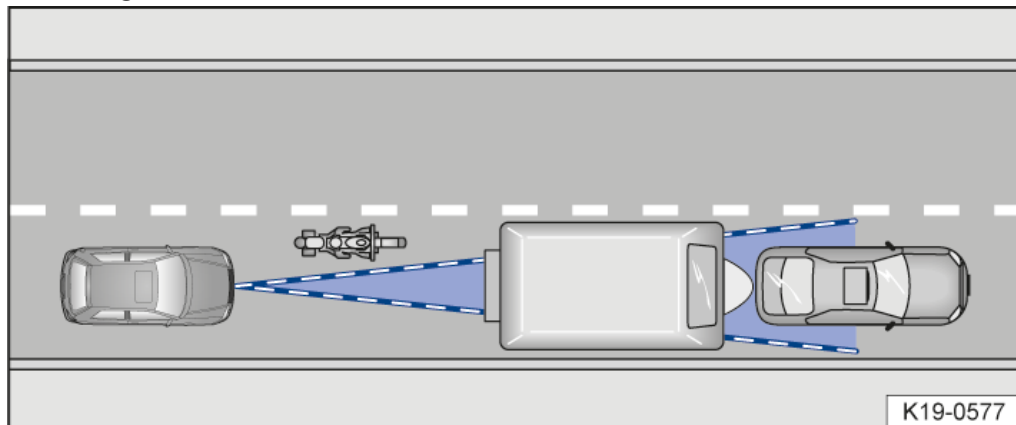

Abb. 3 Schmales Fahrzeug.
- Fahrzeuge, die außerhalb des Sensorbereichs in geringer Entfernung zum eigenen Fahrzeug fahren, z. B. Motorräder → Abb. 3.